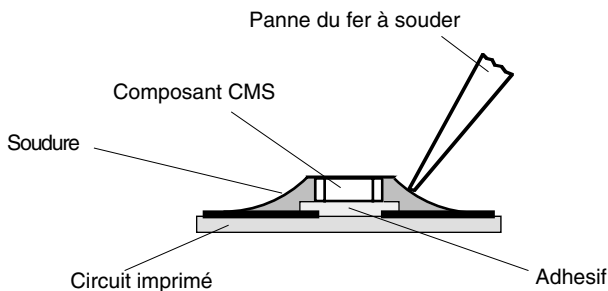

Fig. 1
1. Aspirer la soudure du composant CMS à la l'aide de la tresse à souder (Fig. 1).